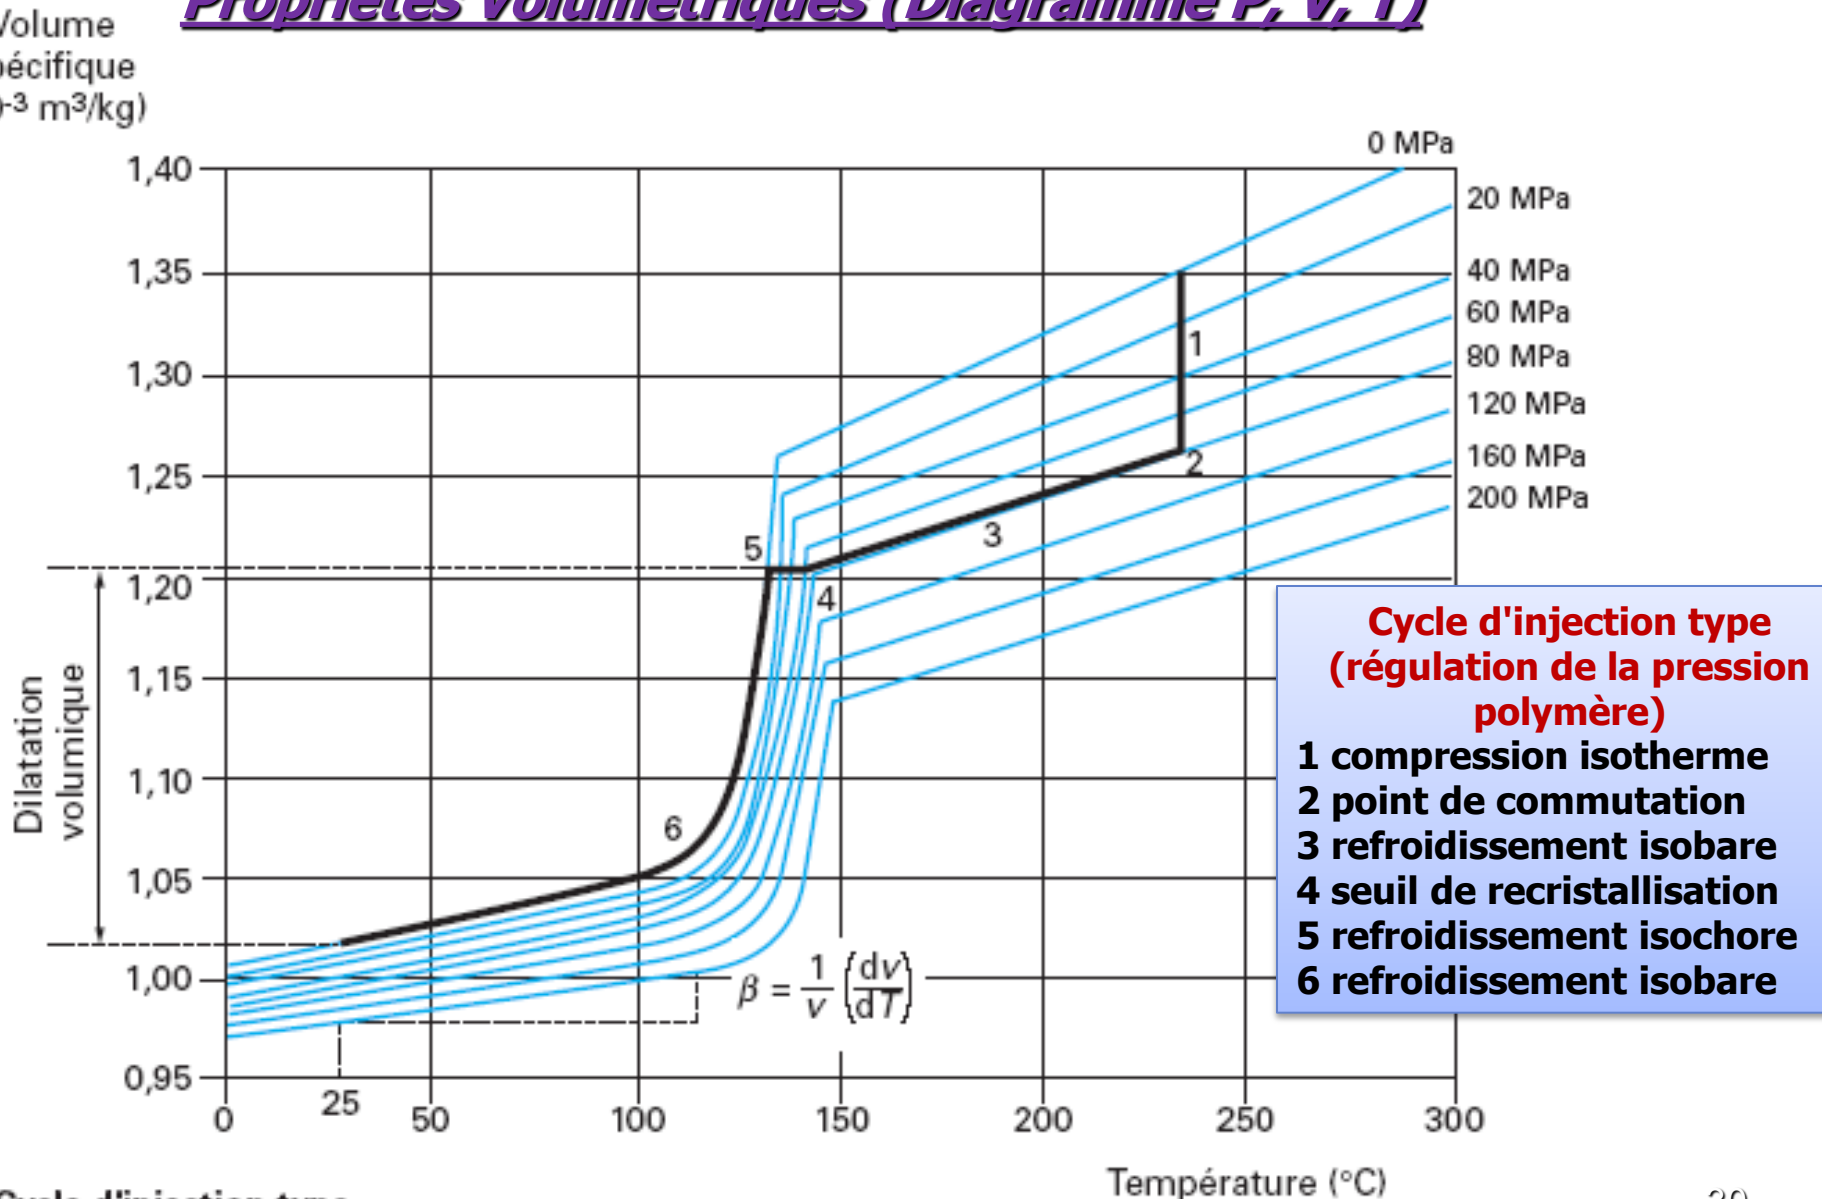

Figure 13 – Courbes pression-volume-température (PVT).
- ❖ L'unité officielle est le pascal seconde (Pa.s). On peut la déterminer à partir de mesures de couple (rhéomètres cone-plan, plan-plan, etc.) ; de débit (**indice de fluidité**, fig. 13), ou de perte de charge.
- ❖ Les praticiens utilisent souvent **l'indice de fluidité à chaud (IF)** qui est sensiblement inversement proportionnel à la viscosité.
Fig. 13 Schéma de principe d'un appareil de mesure de l'indice de fluidité. L'indice de fluidité (parfois appelé grade ou melt index) est la masse de polymère extrudé par unité de temps. Il est d'autant plus élevé que la viscosité est faible.